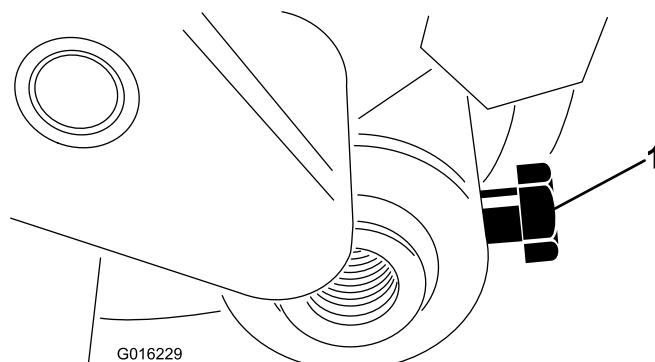

Figure 12
24. Insérez l'arbre du rouleau dans le bras de réglage droit et fixez-le avec le boulon de l'arbre du rouleau (Figure 12).
32. Centrez le rouleau entre les bras de réglage et serrez les boulons de fixation (**Figure 12**).